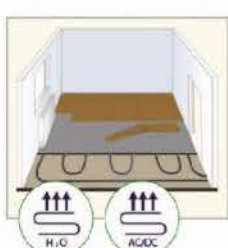

Рисунок 6
- температура нагрева основания должна повышаться постепенно, не более, чем на 1°C / час. Резкий нагрев SPC ламината может привести к нарушению замкового соединения, появлению щелей между панелями, вздутию материала. (см. рис. 6)